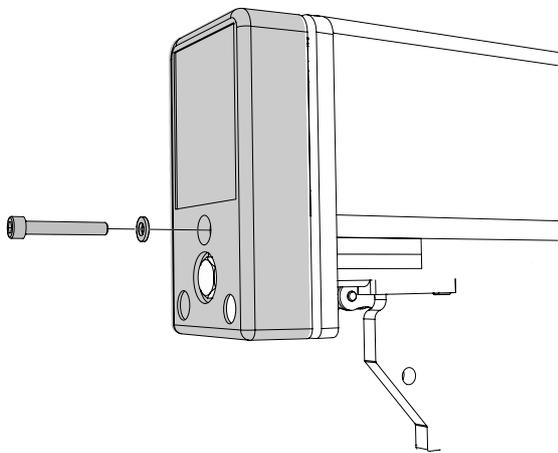

Abbildung 25. Endkappe des Schlittenprofils
5. Den Hubträger vorsichtig auf Ladeflächenhöhe heben. Dabei die jeweiligen X- und Y-Abmessungen beachten. Siehe Abbildung 25.